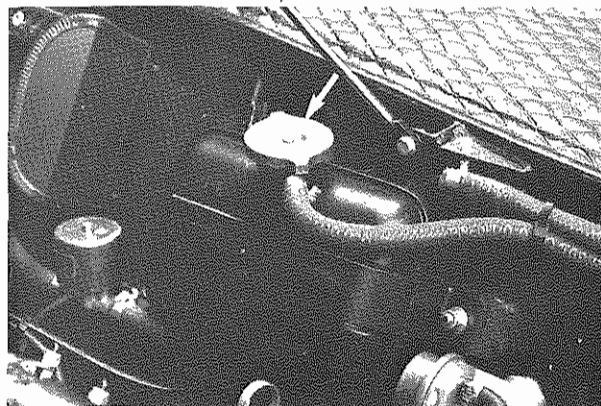
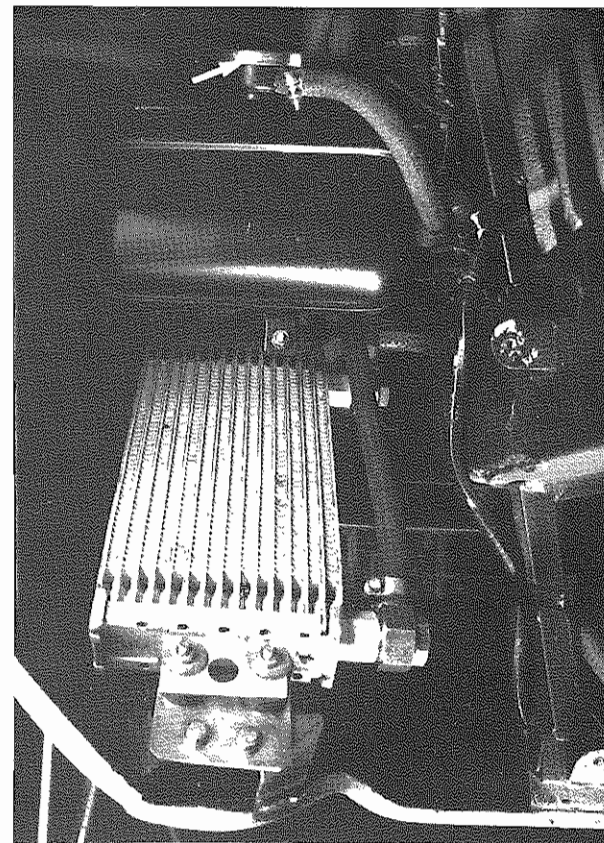

Fig. 11 - Controllo livello (Europa)
Fig. 12 - Controllo livello (USA)
- Controllare il livello del liquido di raffreddamento nel serbatoio di compensazione (**Fig. 11** - Europa) e (**Fig. 12** - USA). In caso di rabbocco eccessivo controllare l'impianto (vedi cap. 6).
- Check the fluid level in the overflow tank (**Fig. 11** - Europe) and (**Fig. 12** - USA). In case topping is required too often inspect the circuit (see chap. 6).